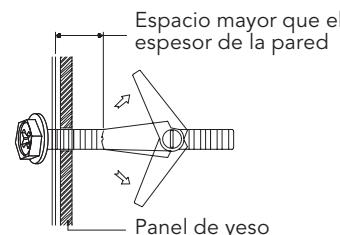

Figura 20
- Posicione la placa de montaje en la pared e inserte los conjuntos de anclas de mariposa a través de los orificios en el panel de yeso o introduzca el (los) tornillo(s) para madera través de los montantes de la pared. Vea la Figura 20.